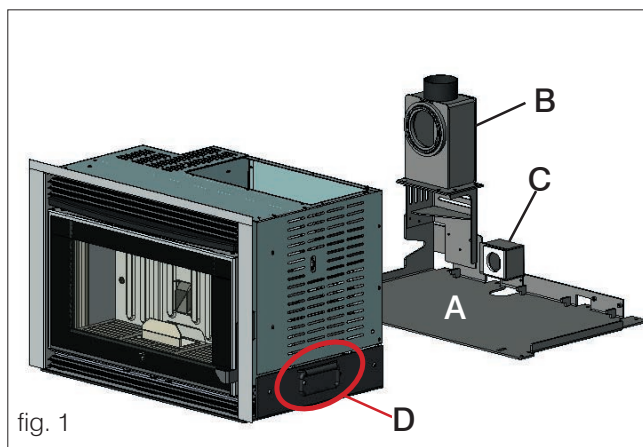

fig. 1
- Dopo aver valutato la posizione corretta dell'inserto è necessario sollevarlo, tramite le due maniglie poste ai lati dell'inserto (D - fig. 1), dalla piastra di base (A - fig. 1).